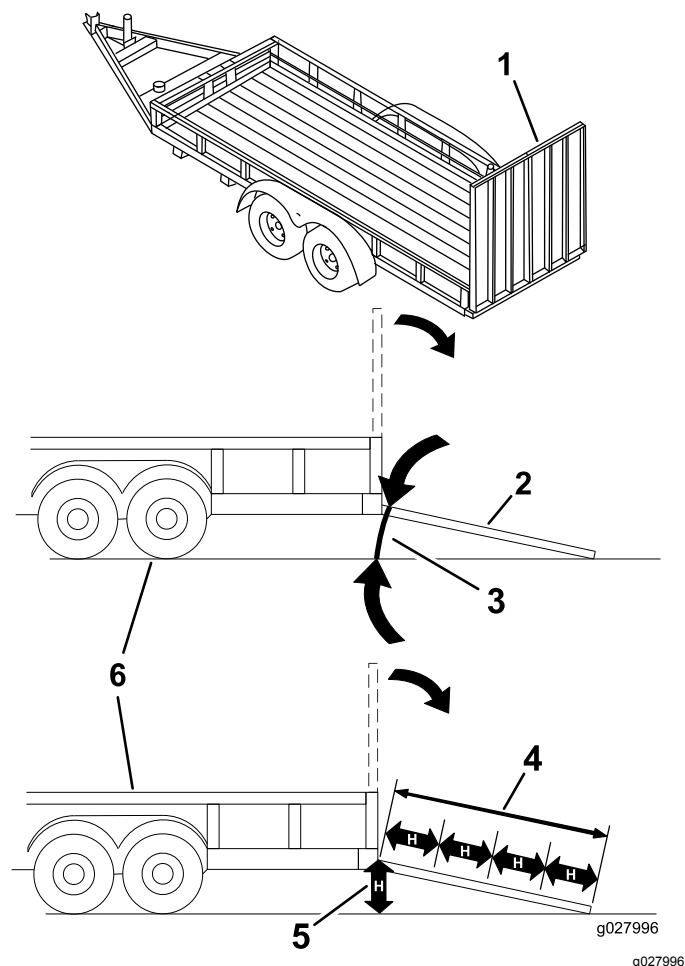

Figura 43
Colocar uma máquina num reboque ou camião aumenta a possibilidade de capotamento e pode provocar graves ferimentos ou morte (Figura 43).
3. Baixe a rampa, certificando-se de que o ângulo entre a rampa e o solo não é superior a 15 graus (Figura 43).
1. Baixe a rampa, certificando-se de que o ângulo entre a rampa e o solo não é superior a 15 graus (Figura 43).